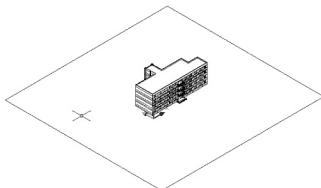

图 6.71 建立地平面模型
(3) 由于矩形属于多段线，只有轮廓信息而没有内部信息，所以需要将矩形变成面域。启动【面域】命令（快捷键 REG），在【选择对象】提示下，选择矩形后按 Enter 键结束命令。
(4) 执行菜单栏中的【视图】|【三维视图】|【西南等轴测】命令，将视图调整至轴测图状态，结果如图 6.71 所示。